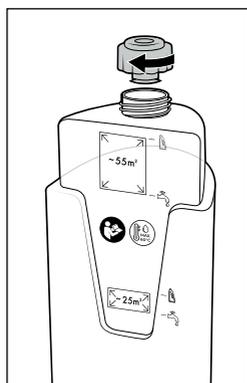

Fig. 10
- ◆ Riavvitare il coperchio del contenitore dell'acqua pulita ❶ (vedere fig. 10).